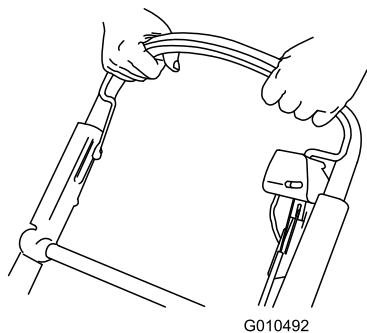

Figura 23
2. Sujete la barra de control de la cuchilla contra el manillar (Figura 23) para engranar la cuchilla.